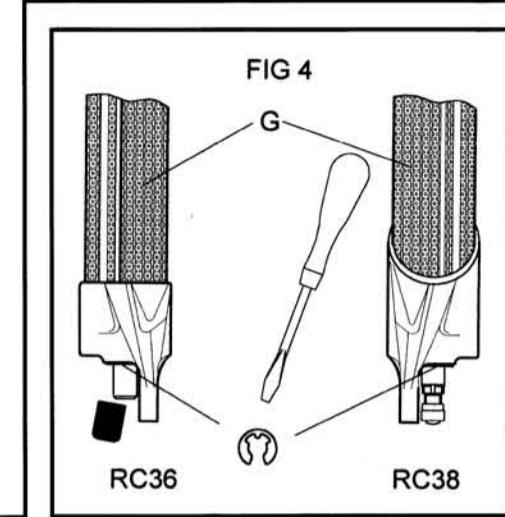

FIG 4
Bei der RC36 Gabel bauen Sie den Federstapel aus (siehe oben) und entfernen Sie die komplette unteren Gabelhälften 'G' (Carbonrohre mit Brücke, siehe Bild 4 Wartungsanleitung). Entfernen Sie die 2 Sicherungsringe an der rechten Federführungsstange (Bild 3) um die beiden Alu Führungsscheiben (1), den O-Ring (2), die weiße Plastikscheibe (3) und den unteren Spacer (3A) zu entnehmen.
Demontieren Sie das Vorderrad. Bauen Sie Bremsen, Computersensor etc. von der unteren Carbon-Gabelbeinheit ab. Entfernen Sie die Sicherungsringe (Bild 4) an beiden Federbeinen. (bei RC36 schwarze Staubkappe entfernen, bei RC38 Ventilstaubkappe nicht entfernen). Komplettes Gabelunterteil abziehen. Reinigen Sie die Oberfläche der Standrohre und der Dämpferführungsstange vorsichtig ohne Kratzer zu erzeugen. Benutzen Sie ein biologisch abbaubares Entfettungsmittel um die Innenseite der Carbonrohre mit einer langen weichen Bürste oder Tuch zu reinigen. Achten Sie darauf,
Remove wheel, disconnecting brakes and computer etc from carbon fibre slider assembly (Fig 4), then prise off circlips found beneath dropouts (remove black plastic rod end caps on RC36, leave valve dust caps in place on RC38). Draw off slider assembly 'G'. Carefully clean outside of upper tubes and spring/ damper rods. Pour a quantity of biodegradable degreasing agent into carbon fibre slider assembly tubes then clean out using a long soft bristled bottle brush. Take care not to disturb or damage wiper seals or bearings. Dry thoroughly then apply Pace RC-7 Suspension